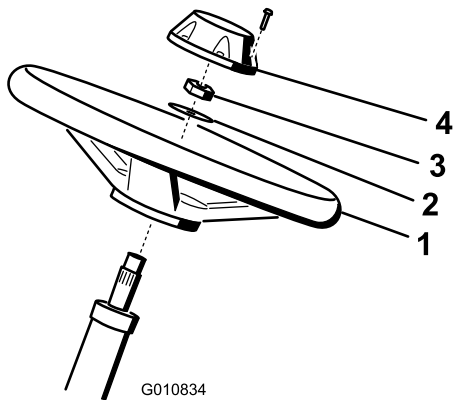

Figura 5
1. Glissez le volant sur l'arbre de direction (Figura 5).
2. Glissez la rondelle sur l'arbre de direction (Figura 5).
3. Fixez le volant sur l'arbre au moyen d'un contre-écrou serré à un couple de 27 à 35 N·m (Figura 5).
4. Montez le couvre-moyeu sur le volant et fixez-le avec 6 boulons (Figura 5).